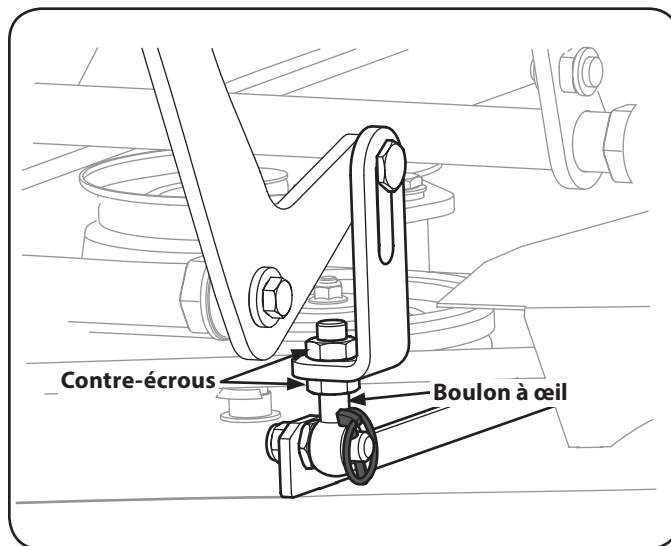

Figure 6-2
3. Ajustez le boulon à œil situé sur l'avant gauche du plateau de coupe de façon à ce que la hauteur entre le sol et l'extrémité extérieure de la lame droite corresponde à la hauteur entre le sol et l'extrémité extérieure de la lame gauche. Pour effectuer cet ajustement, desserrez les contre-écrous sur le boulon à œil. Serrez le contre-écrou supérieur pour relever le plateau de coupe ou desserrez le contre-écrou supérieur pour abaisser le plateau de coupe. La hauteur de l'extrémité avant de la lame droite est fixe; réglez l'extrémité avant de la lame gauche pour faire correspondre la hauteur des deux lames. Voir Figure 6-2.
3. Desserrez les contre-écrous situés à l'arrière droite et gauche des boulons à œil. Voir Figure 6-2.